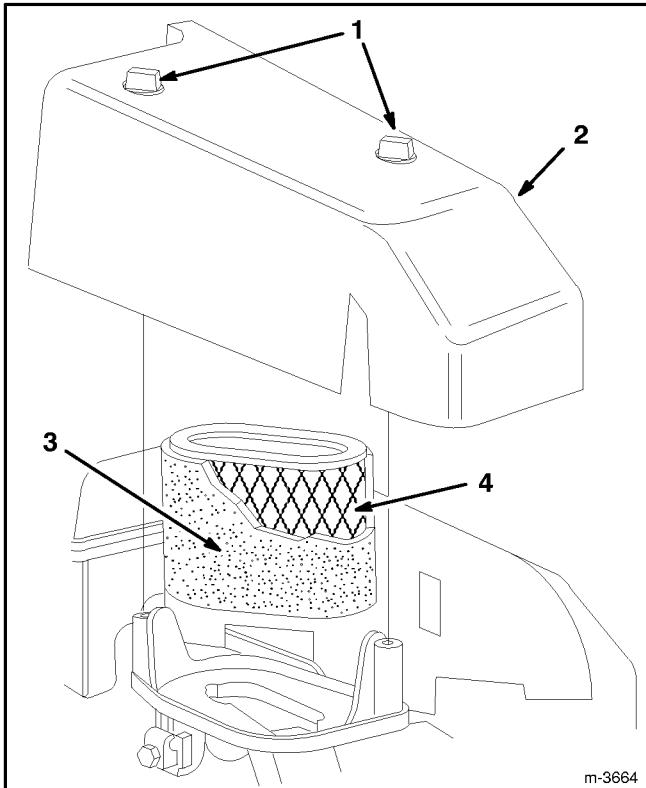

Abbildung 17
- Zwei (2) Knöpfe entfernen, mit denen die Luftfilterabdeckung am Motor befestigt ist (Abb. 17).
- Den Vorfilter wieder über dem Papiereinsatz anbringen. Die Luftfilterabdeckung wieder anbringen und mit zwei (2) Knöpfen sicher befestigen.